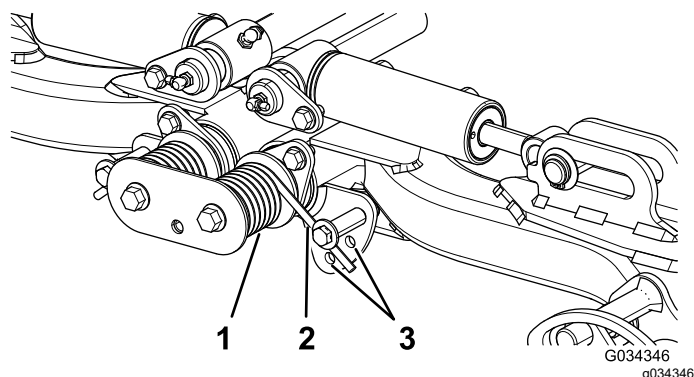

Figura 38
2. Insira um tubo ou objeto semelhante na extremidade longa da mola para aliviar a tensão durante o ajuste (Figura 38).
3. Enquanto alivia a tensão da mola, retire o parafuso e a porca de bloqueio que prendem o atuador de mola ao suporte (**Figura 38**).